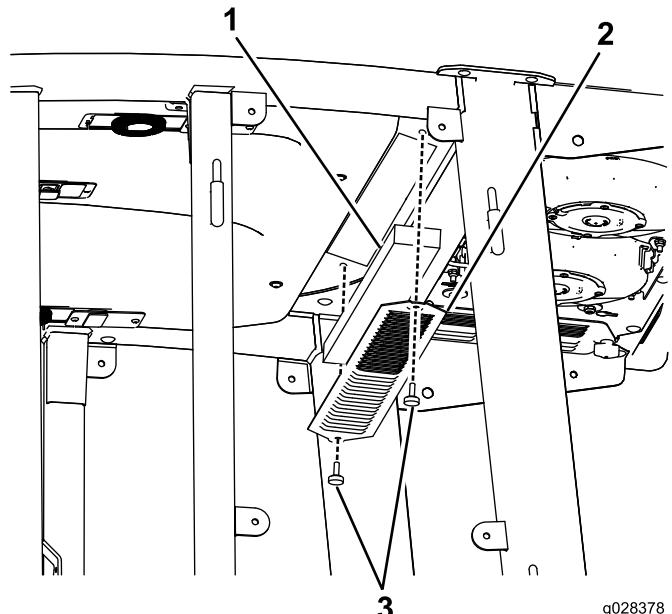

Figura 52
1. Retire los tornillos y las rejillas que cubren el filtro interior de la cabina y el filtro que está detrás de la cabina (Figura 52).